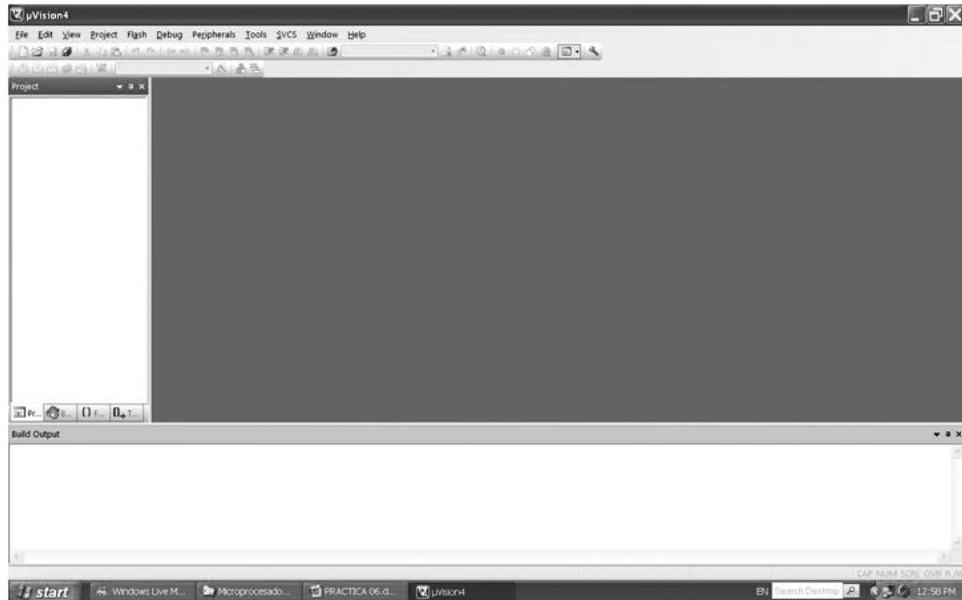

Figura 16.11: Ventana inicial de uVision4 Paso 2
2. Abrimos el programa uVision4, en la figura 16.11. se muestra su ventana inicial.